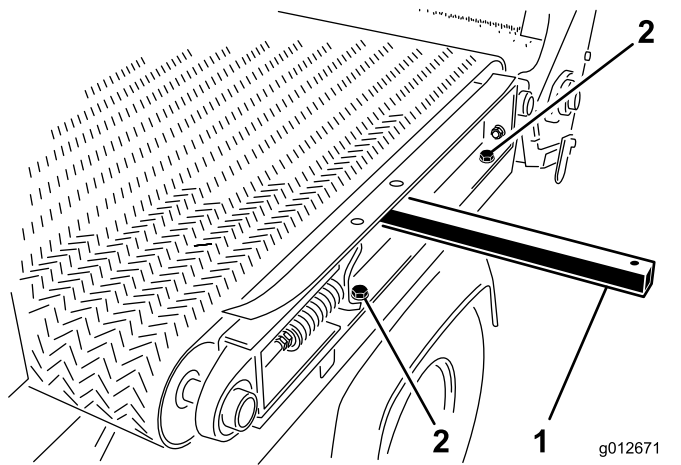

Figure 35
1. Sur le côté gauche de la machine, montez le rail du cadre coulissant sur l'aile gauche (Figure 35) avec les 2 vis et les 2 rondelles que vous avez retirées sous Démontage du plateau coulissant (page 24), et serrez les vis.